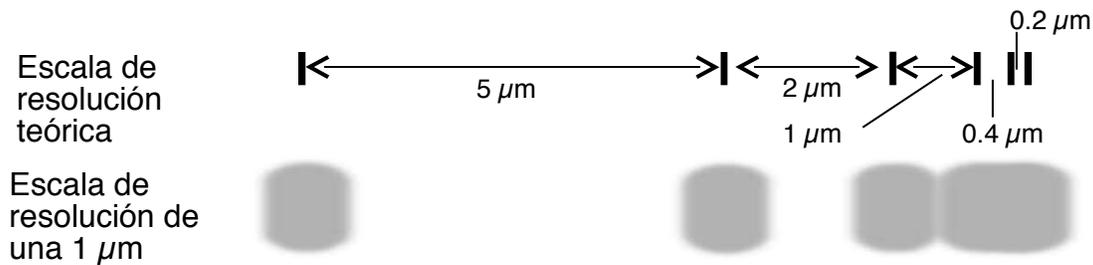

Figura 3. Esquema del poder de resolución del microscopio óptico
- **Poder de Resolución:** el poder de resolución, o la resolución óptica, es la capacidad que tiene un objeto de permitir diferenciar dos puntos muy próximos como imágenes separadas (figura 3). El poder de resolución viene definido por la longitud de onda de la fuente de luz ( $\lambda$ ) y la apertura numérica del objetivo ( $AN$ ), mediante la siguiente fórmula:
La apertura numérica es un parámetro adimensional que es muy próximo al índice de refracción del material que está hecha la lente, pero que está matizado por el ángulo de aceptación máximo del haz de luz que puede entrar o salir de ésta:  $AN = n \sin \theta$ . En el caso de un microscopio óptico convencional el poder de resolución máximo es de  $1 \mu\text{m}$  (figura 3)